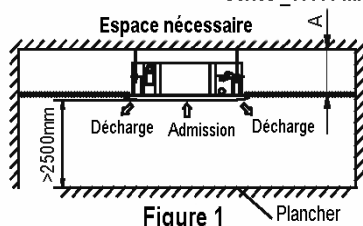

Figure 1
- L'endroit doit disposer d'un espace nécessaire pour la pose et l'entretien (cf. figure 1).